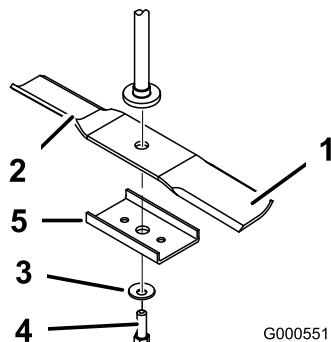

Figura 39
Sujete el extremo de la cuchilla usando un trapo o un guante grueso. Retire del eje el perno de la cuchilla, la arandela curva, el refuerzo de la cuchilla y la cuchilla (Figura 39).
- Instale la cuchilla en el eje (Figura 39).
- Instale el refuerzo de la cuchilla, la arandela curva (con la copa hacia la cuchilla) y el perno de la cuchilla (Figura 39).